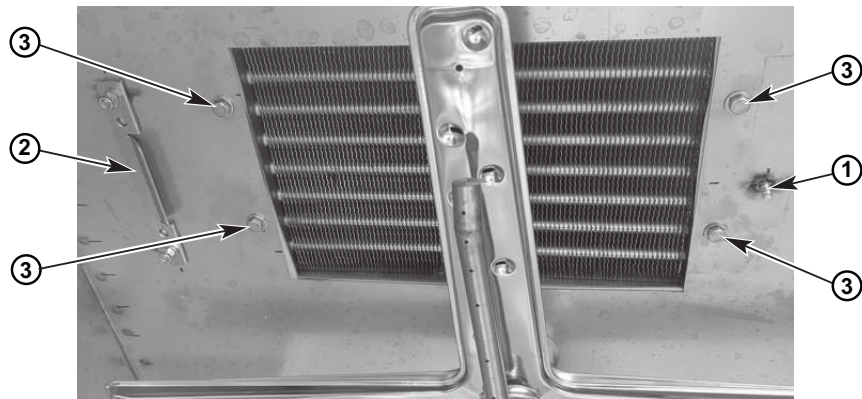

Fig. 4
- a. Retire la tuerca y la arandela del perno situado en el lado opuesto del difusor con respecto al soporte de sujeción (1, Fig. 4).
- b. Deslice el difusor hacia un lado para liberarlo del soporte de sujeción (2, Fig. 4).
- c. Retire los (4) pernos, arandelas de seguridad y arandelas (3, Fig. 4) que fijan el conjunto de recuperación de energía desde el interior de la cámara de lavado.